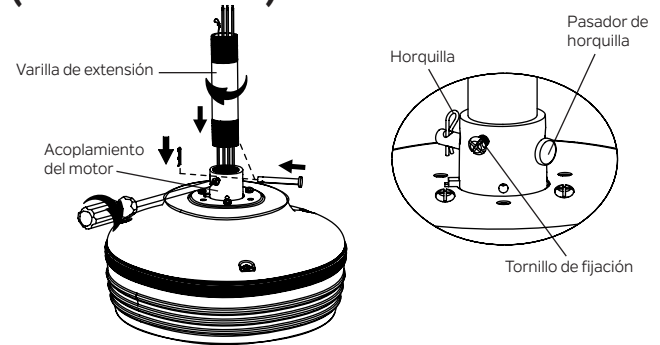

Figura 8
**Paso 4.** Pase con cuidado los cables del ventilador y el cable de seguridad hacia arriba a través de la varilla de extensión. Enrosque la varilla de extensión en el acoplamiento del motor hasta que los orificios del pasador de horquilla estén alineados. A continuación, vuelva a colocar el pasador de horquilla y la horquilla, luego apriete ambos tornillos de fijación. (Figura 8)